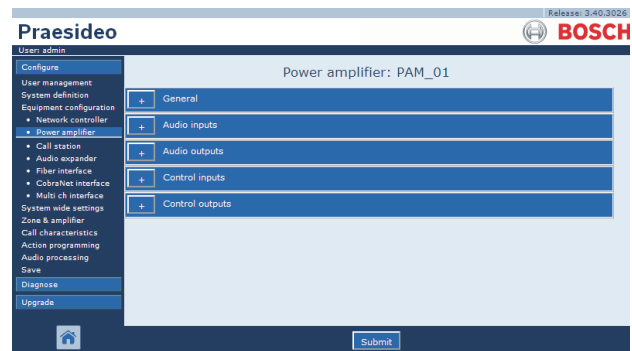

abbildung 44.11: Konfiguration von Endstufen, Schritt 2
- 2 Klicken Sie auf den Namen der zu konfigurierenden Endstufe. Im Hauptframe der webbasierten Benutzeroberfläche wird ein Bildschirm angezeigt, der dem in *abbildung 44.11* gleicht.